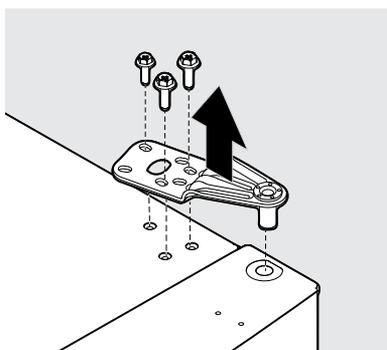

Figure 1
2. Retirez les 3 vis de la charnière du haut à l'aide d'un tournevis Phillips™ ou d'une clé de 5/16 po. Mettez la charnière et les vis de côté (figure 1).